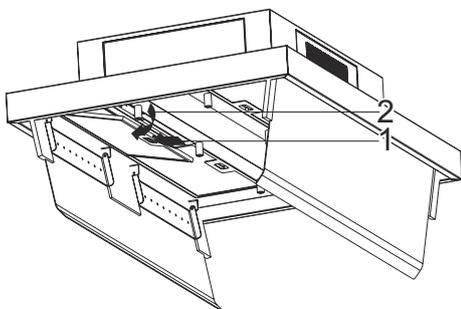

Fig. 4: Togliere i filtri dell'olio in metallo
1. ➤ Aprire il blocco del filtro dell'olio in metallo (Fig. 4/1) e verificare che non cada.
2. ➤ Inclinare il filtro dell'olio in metallo in avanti e sollevarlo fino a farlo uscire (Fig. 4/2).
9. ➔ Posizionare il filtro dell'olio in metallo nel prodotto e aprire il blocco del filtro (Fig. 4/ 1)
10. ➔ Installazione del filtro dell'olio in metallo (Fig. 4 2)